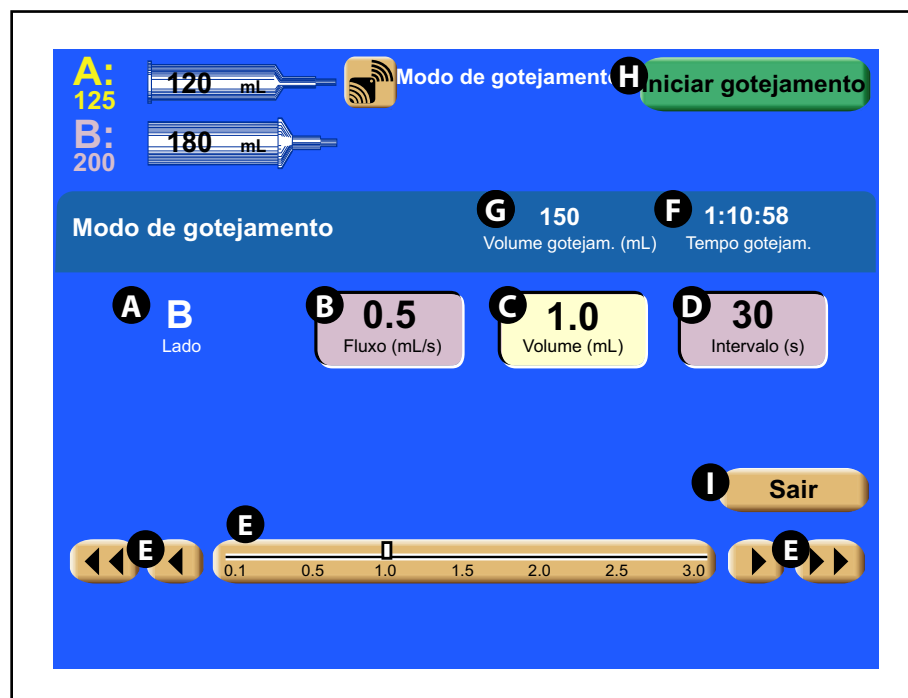

Figura 3-1-10 Drip Mode Screen when using RFID syringe: Modo Monopaciente
Veja a Figura 3-1-10.
Para acessar a tela Modo de gotejamento como mostrado na Figura 3-1-10, pressione a tecla [Gotejamento] **AA** localizada na tela Principal ativada mostrada na Figura 3-1-9.
**Lado A** - A injeção de gotejamento somente pode ser aplicada no lado da solução salina (na Figura 3-1-10, o lado B está configurado como o lado da solução salina).